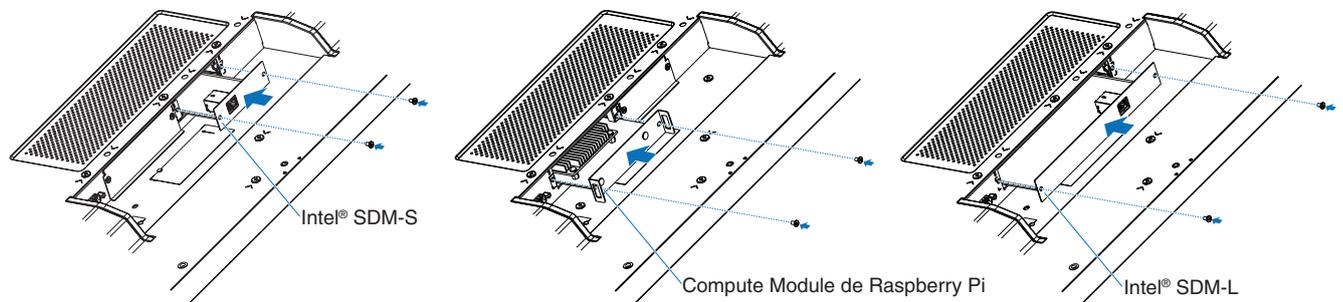

Figura 2
4. Inserte la placa opcional en el monitor y sujétela en su sitio con los tornillos que ha extraído (Figura 2).